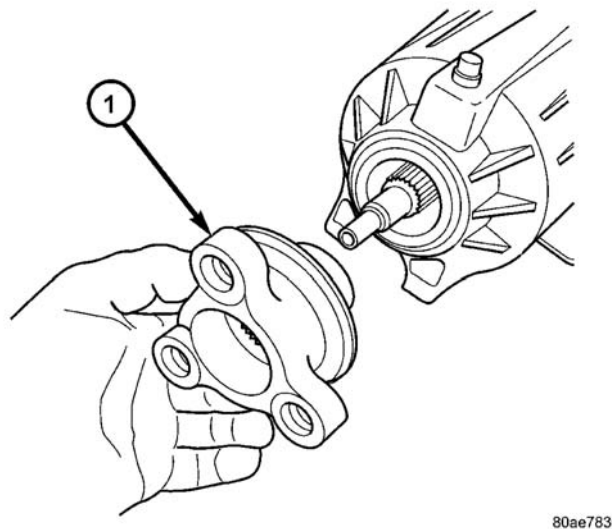

图 49 输入法兰盘
- (1) 用升降机升高车辆。
- (2) 卸下传动轴。(参见 3—差速器与传动系 / 传动轴—拆卸)
- (3) 用工具 6958 卸下输入法兰盘螺母和垫圈(圈 48)。
- (4) 卸下输入法兰盘 (图 49)。